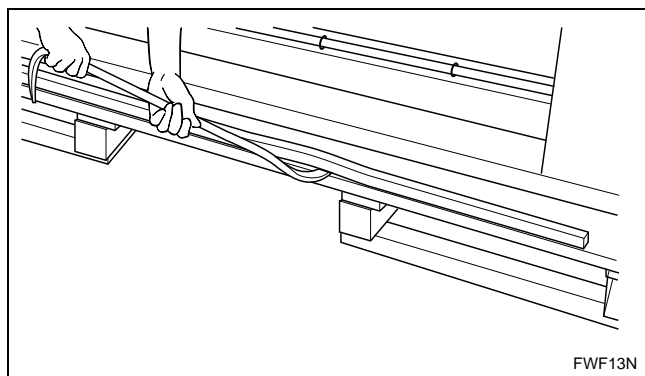

Figura 5
3. Use uma barra de alavanca para remover os calços de madeira do carrinho com rodinhas. Consulte a *Figura 5*.